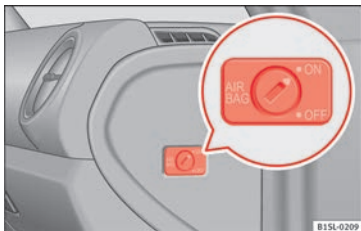

Fig. 17 Sul lato del passeggero: interruttore a chiave per attivare e disattivare l'airbag frontale del passeggero.
- Aiutandosi con la chiave del veicolo, girare l'interruttore della chiave in posizione **OFF** » **fig. 17**.
- Aiutandosi con la chiave del veicolo, girare l'interruttore della chiave in posizione **ON** » **fig. 17**.